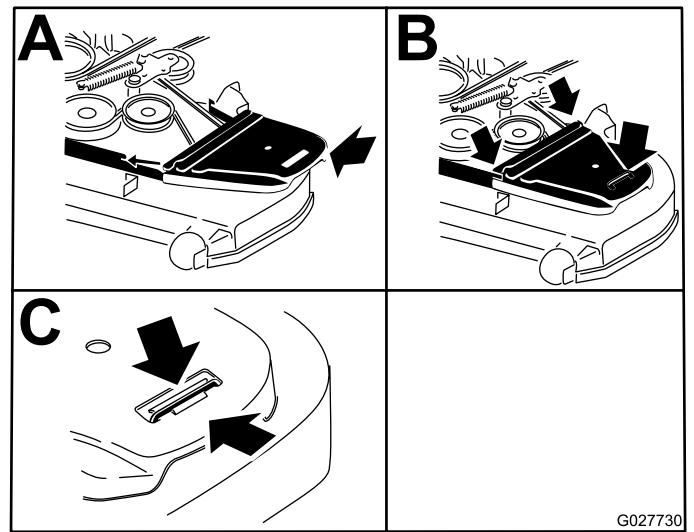

Figura 62
- Instale las cubiertas de la correa (Figura 62).